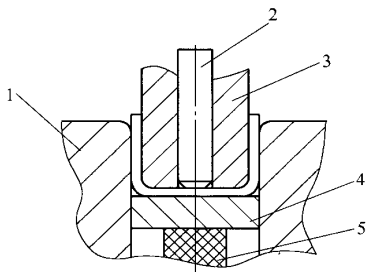

图 1
(1) 对于弯曲精度要求不高, 回弹值较小的零件, 可采用图 1 所示结构。压弯时压料板将毛坯先压住再弯曲, 弯曲后将工件顶起。如果工件卡在凸模上, 则由推杆推下。